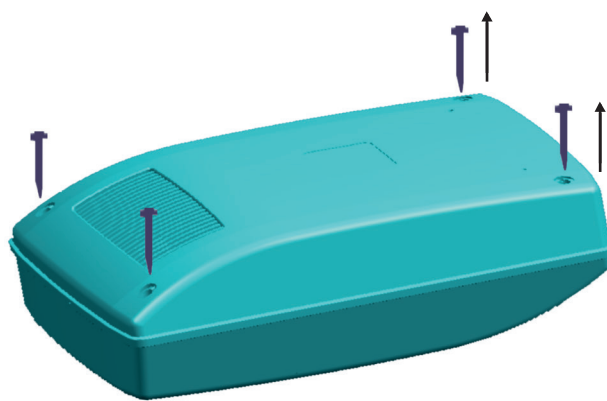

Рис. 3
- вывернуть расположенные на задней стенке корпуса рециркулятора винты, скрепляющие переднюю и заднюю панели корпуса (рис. 3).